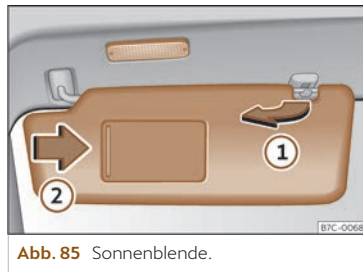

Abb. 85 Sonnenblende.
- Die Sonnenblende kann aus der Befestigung entnommen und zur Tür gedreht werden >>> (Abb. 85) ①.